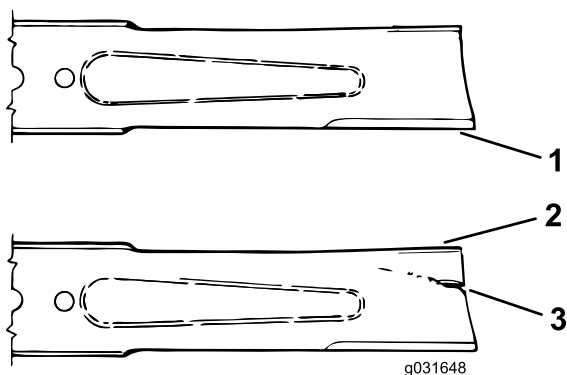

Figure 75
3. Examinez attentivement les tranchants de la lame, particulièrement au point de rencontre de la partie plane et de l'ailette (**Figure 75**).